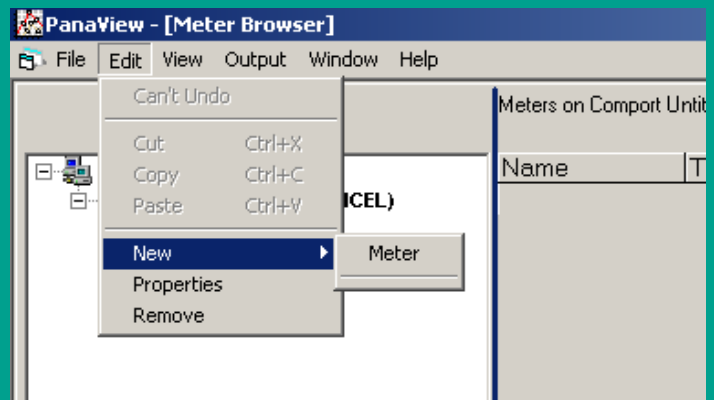

Figura 21: "Opção "Novo" no menu "editar"
2. Clique na opção "novo" no menu "editar" (ver figura 21).